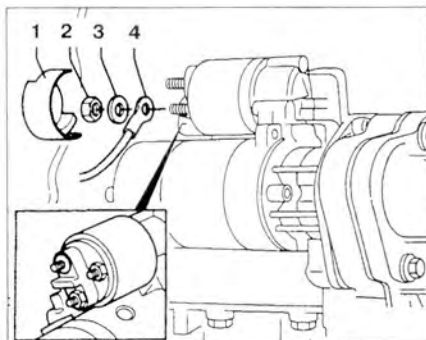

Рис. 9.2. Снимите пластиковую крышку **1** с втягивающего реле, открутите гайку **2** от клеммы 50 втягивающего реле, снимите шайбу **3** и отсоедините провод **4**.
3. Снимите пластиковую крышку **1** с втягивающего реле, открутите гайку **2** от клеммы 50 втягивающего реле, снимите шайбу **3** и отсоедините провод **4** (рис. 9.2).